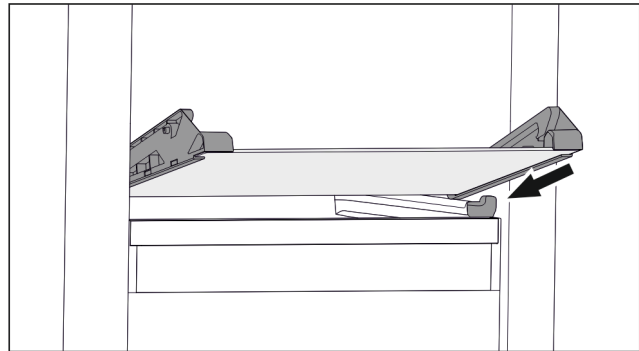

Fig. 75 Glasplatte des abklippbaren Schubfachs
- ▶ Glasplatte schräg hinter den Stopperrn aufsetzen. (siehe Fig. 75)